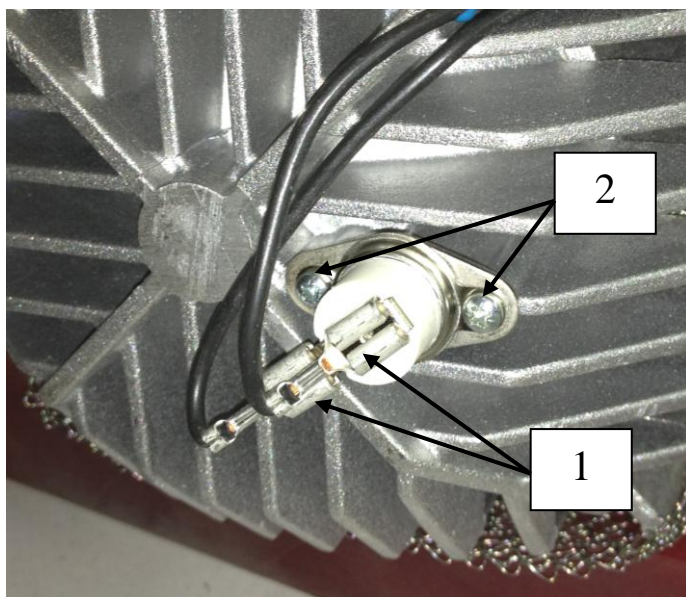

Рис.6 – Датчик перегрева
Датчик перегрева (рис.6) служит для контроля температуры нагрева теплообменника. При достижении теплообменником температуры свыше 250 °С датчик перегрева размыкает электроцепь (размыкается цепь топливного насоса), при этом происходит автоматическое выключение отопителя. Поводом для замены может служить отключение отопителя при температуре теплообменника ниже 250°С или по причинам, указанными в таблице 2.
2. Проверьте блок управления. Замкните между собой контакты проводов, идущие от БУ к датчику перегрева (рис.6а), запустите отопитель.
- отсоединить контакты проводов БУ от датчика перегрева (позиция 1, рис.6);
- отвернуть винты крепления датчика (позиция 2, рис. 6) снять датчик перегрева.
Рис.6а – Замкнутые провода
- отсоединить контакты датчика от блока управления (рис.6в);
Рис.6б – Датчик перегрева
Рис.6в – Подключение